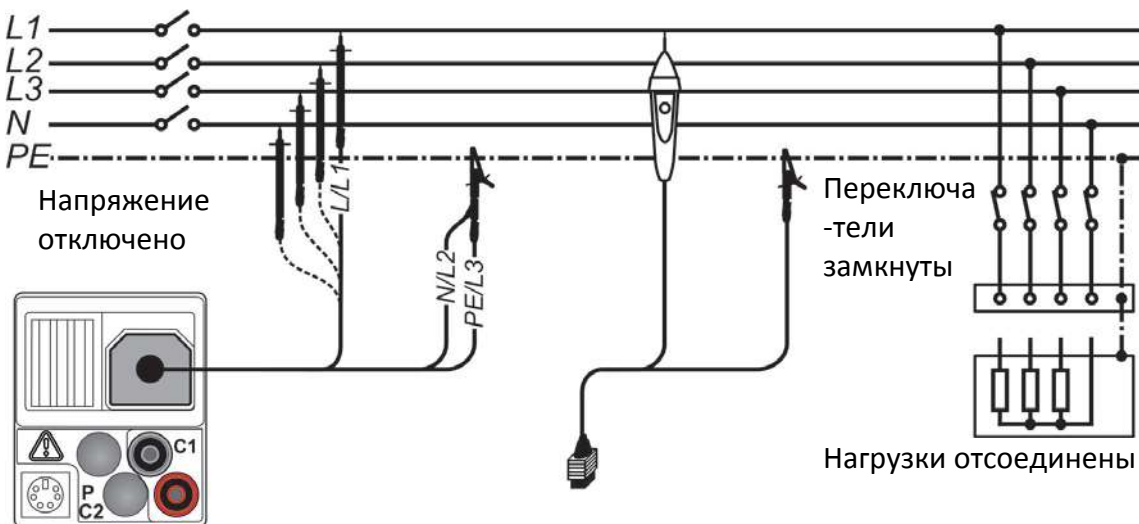

Рисунок 5.6: Подключение 3-х проводного тестового кабеля и щупа с наконечником «Трi commander» ($U_N \leq 1 \text{ кВ}$)
- **Подсоедините** испытательный кабель к прибору и затем к исследуемому компоненту (см. Рисунок 5.6: Подключение 3-х проводного тестового кабеля и щупа с наконечником «Tip commander» ($U_N \leq 1$ кВ)
- **Подсоедините** испытательный кабель к прибору и затем к исследуемому компоненту (см. *Рисунок 5.6: Подключение 3-х проводного тестового кабеля и щупа с наконечником «Tip commander» (UN ≤ 1 кВ)*